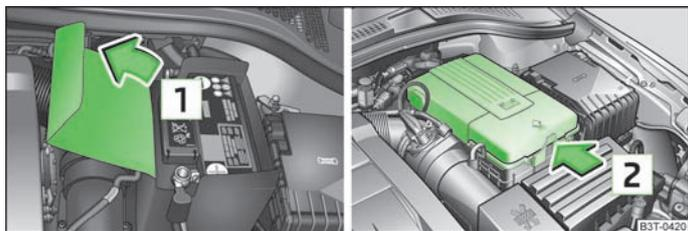

Fig. 165 Compartmento do motor: tampa de poliéster da bateria do veículo / tampa plástica da bateria do veículo
A bateria encontra-se no compartimento do motor, sob uma tampa de poliéster » Fig. 165 ou uma tampa plástica » Fig. 165, ou no compartimento lateral esquerdo da bagageira » Fig. 102.
- Abra a tampa da bateria, no sentido da seta , e/ou pressione os encaixes laterais da tampa da bateria, no sentido da seta » Fig. 165, rode a tampa para cima e retire-a.
Em caso de trabalhos na bateria, o rebordo da tampa de poliéster » Fig. 165 é inserido entre a bateria e a parede lateral da tampa da bateria.